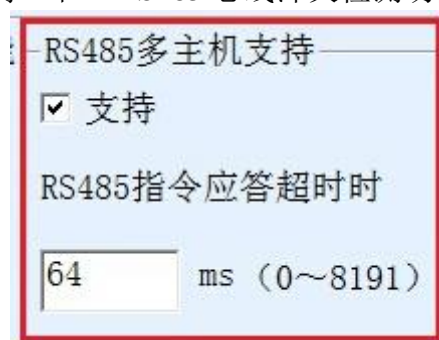
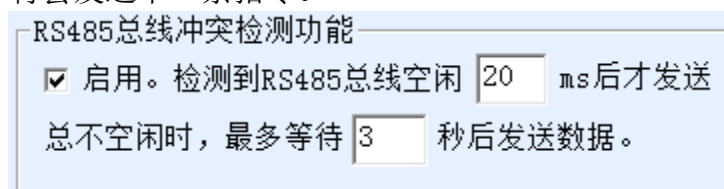

图 44 RS485 多主机支持
图 45 RS485 防冲突空闲时间
1. 图 45 所示为“RS485 总线防冲突时间”，一般可以设置为参数配置界面右下角的“数据包间隔”的两倍，但是最小不能小于 20。
2. 图 44 所示为“RS485 指令应答超时时间”，一般根据来回应答的指令长度决定，如果发送指令为 N 字节，应答为 M 字节，那么建议设置的值为：“数据包间隔” $\times (N+M+5) + 100$ 。
此时需要注意的是需要将图 45 所示为“RS485 总线防冲突时间”和图 44 所示为“RS485 指令应答超时时间”的两个勾去掉。否则无法实现上述转发功能。